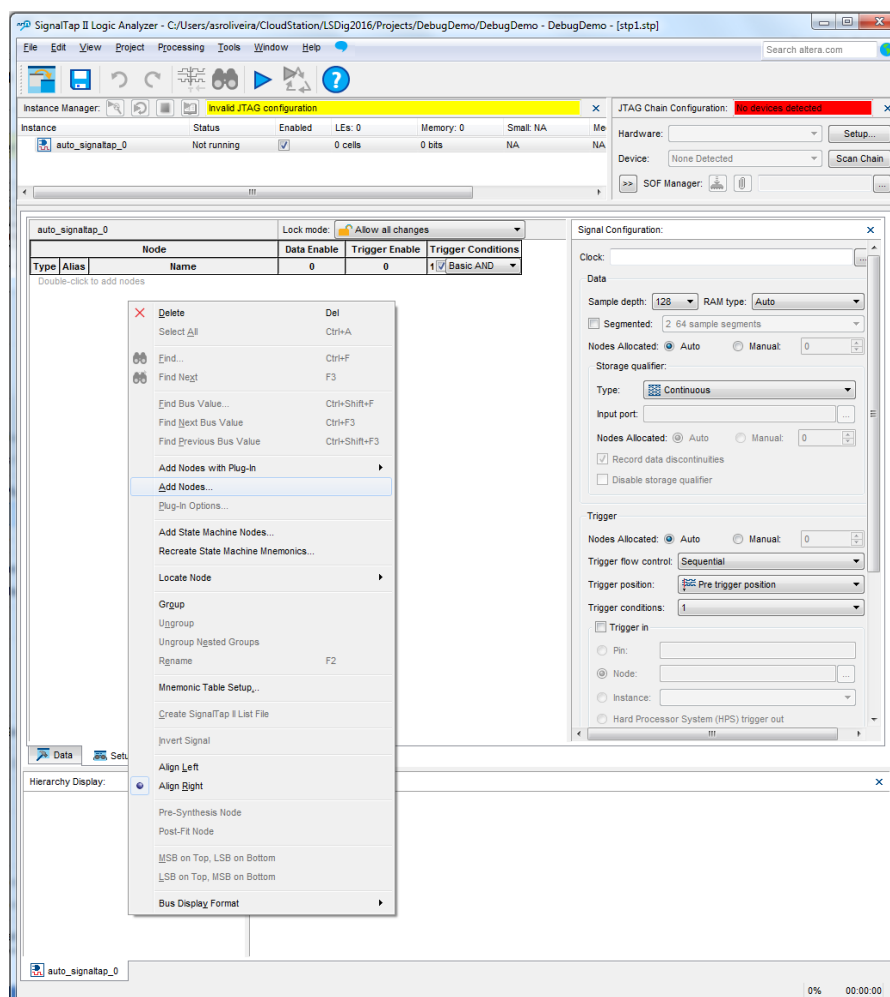
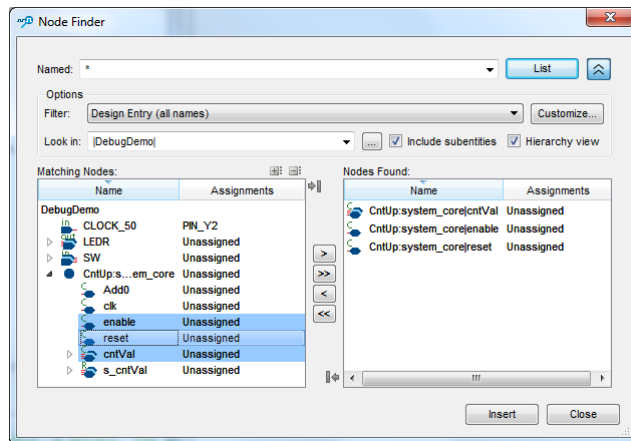

Figura 20 – Aspeto inicial da aplicação “SignalTap Logic Analyzer”.
Figura 21 – Portos do contador seleccionados (“reset”, “enable” e “cntVal”).
3. Após a criação do ficheiro do tipo **SignalTap Logic Analyzer File** é apresentada a aplicação da Figura 20, onde devem ser especificados os sinais que se pretende capturar e visualizar, o sinal de *clock* usado para estabelecer a frequência de amostragem dos sinais, o número de amostras capturadas e as condições que disparam a amostragem. A configuração destes parâmetros vai ser descrita nos próximos pontos.
4. O primeiro passo é a adição dos nodos (sinais e portos) do sistema que se pretende capturar. Para tal, deve ser **selecionada a opção “Add Nodes...”** do menu acessível com o botão direito do rato na área “Setup” mostrada na Figura 20. Os portos a selecionar para captura e visualização no analisador lógico são os apresentados na Figura 21. Selecione a opção “Design Entry (all names)” no parâmetro “Filter”.